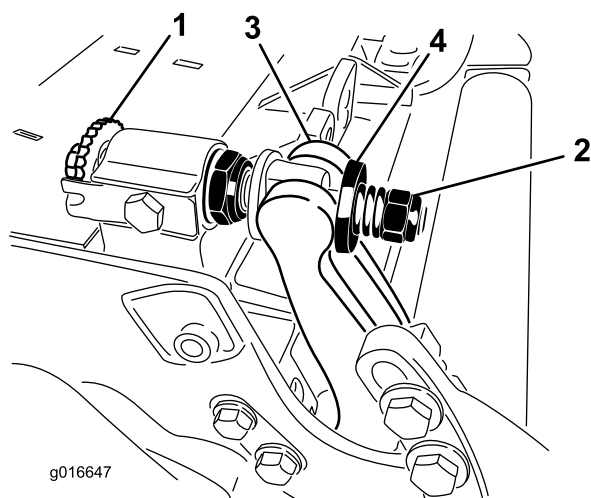

Figura 33
1. Gire el tornillo de ajuste de la barra de asiento, en el sentido contrario a las agujas del reloj, para alejar la contracuchilla del molinete (Figura 33).
2. Afloje la tuerca de tensado del muelle hasta que el muelle deje de presionar la arandela contra la barra de asiento (Figura 33).
2. Aplique antigripante al interior del alojamiento de los casquillos del bastidor central de la unidad de corte (Figura 33).